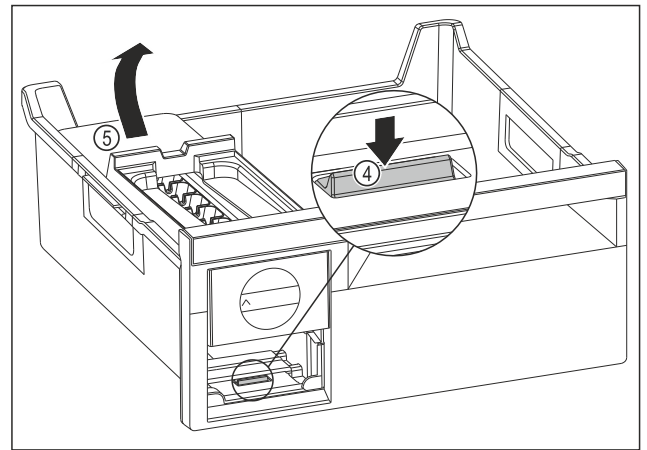

Fig. 121
- ▶ EasyTwist-Ice-Körper entnehmen: Lasche Fig. 121 (4) mit Finger nach unten drücken und gleichzeitig mit der anderen Hand den EasyTwist-Ice-Körper Fig. 121 (5) von hinten anheben.